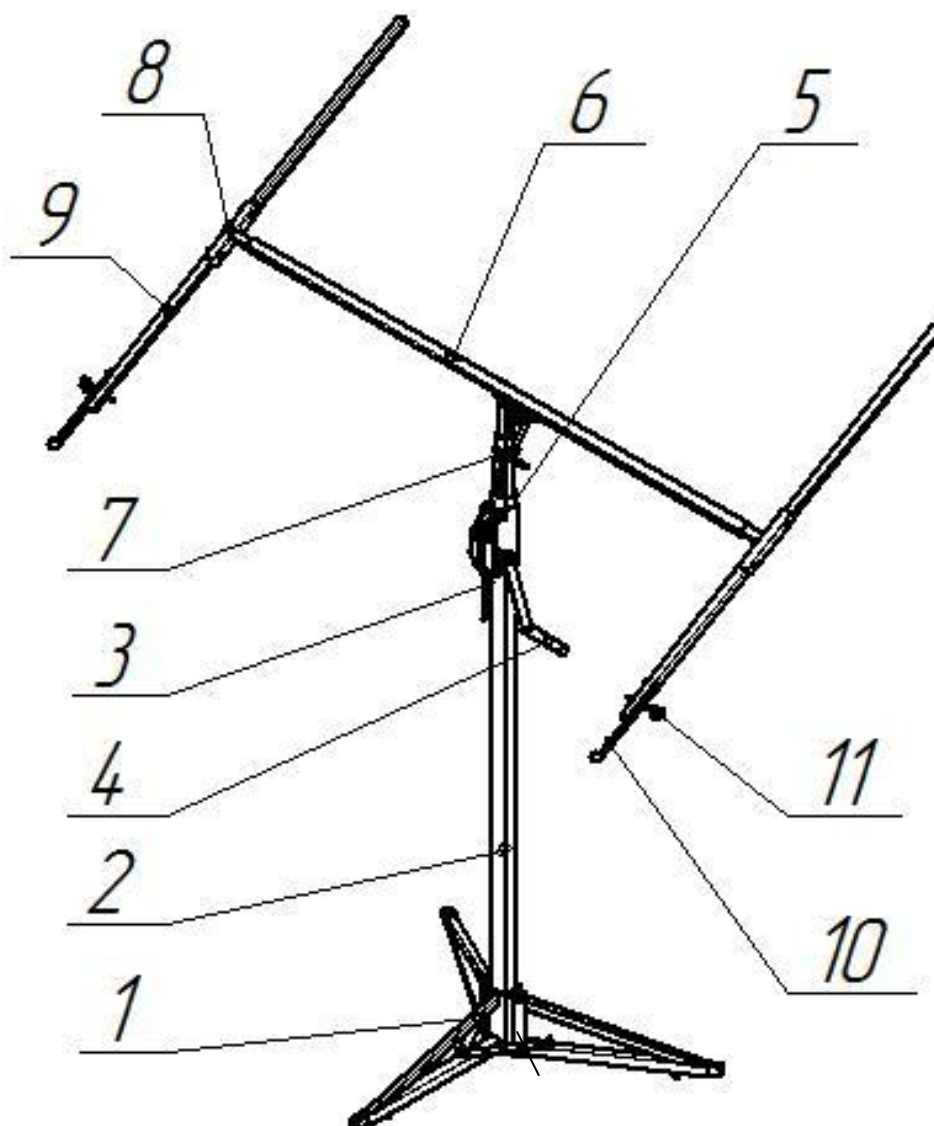

Рисунок 1 – устройство подъемника.
4.7 Не перемещайте Подъемник с поднятым Н-Столom (6) см. рис.1.